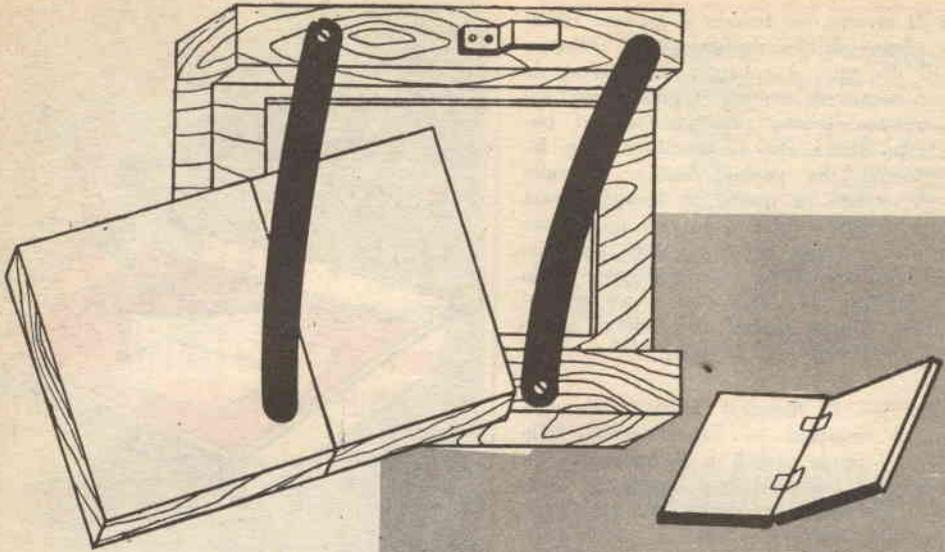

Fig. 1 - Torchietto
*L'attrezzatura per la stampa a contatto.* — Lo equipaggiamento minimo da avere consiste in un torchietto (fig. 1), in due bacinelle (fig. 2), in un bicchiere graduato ed in almeno due bottiglie scure con tappo di gomma da riservare esclusivamente allo sviluppo ed al fissaggio per la carta. Il materiale in uso per lo sviluppo dei negativi e precisamente: il termometro, la lampada di sicurezza e l'orologio contasecondi è anche necessario. La bacinella per lo sviluppo non dovrebbe essere troppo piccola, ma piuttosto adatta al formato della carta di cui vogliamo servirci. Per la stampa a contatto, nei formati più comuni 6×6, 6×9 fino a 9×12, è consigliabile usare una bacinella di circa cm 10×13 o 18×24. In generale la bacinella dovrebbe misurare il doppio del formato della carta. La bacinella per il fissaggio dovrebbe essere più grande della prima, ad esempio cm 24×30 perché deve contenere molto liquido dato che qui le copie saranno immerse contemporaneamente od in breve successione in quantità e dovranno essere coperte dal liquido in modo completo.